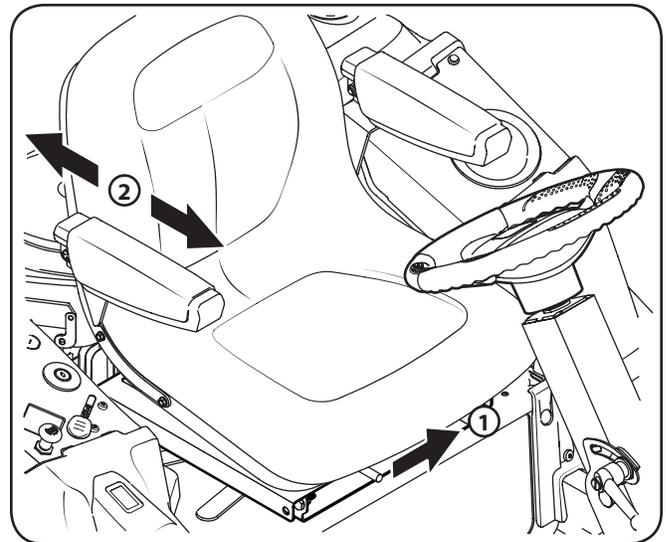

Figure 3-6
1. Pour régler la position du siège, poussez le levier de réglage du siège vers la gauche. Voir Figure 3-6.
2. Glissez le siège vers l'avant ou vers l'arrière à la position désirée, puis relâchez le levier de réglage. Assurez-vous que le siège est verrouillé en position avant d'utiliser l'appareil. Voir Figure 3-6.